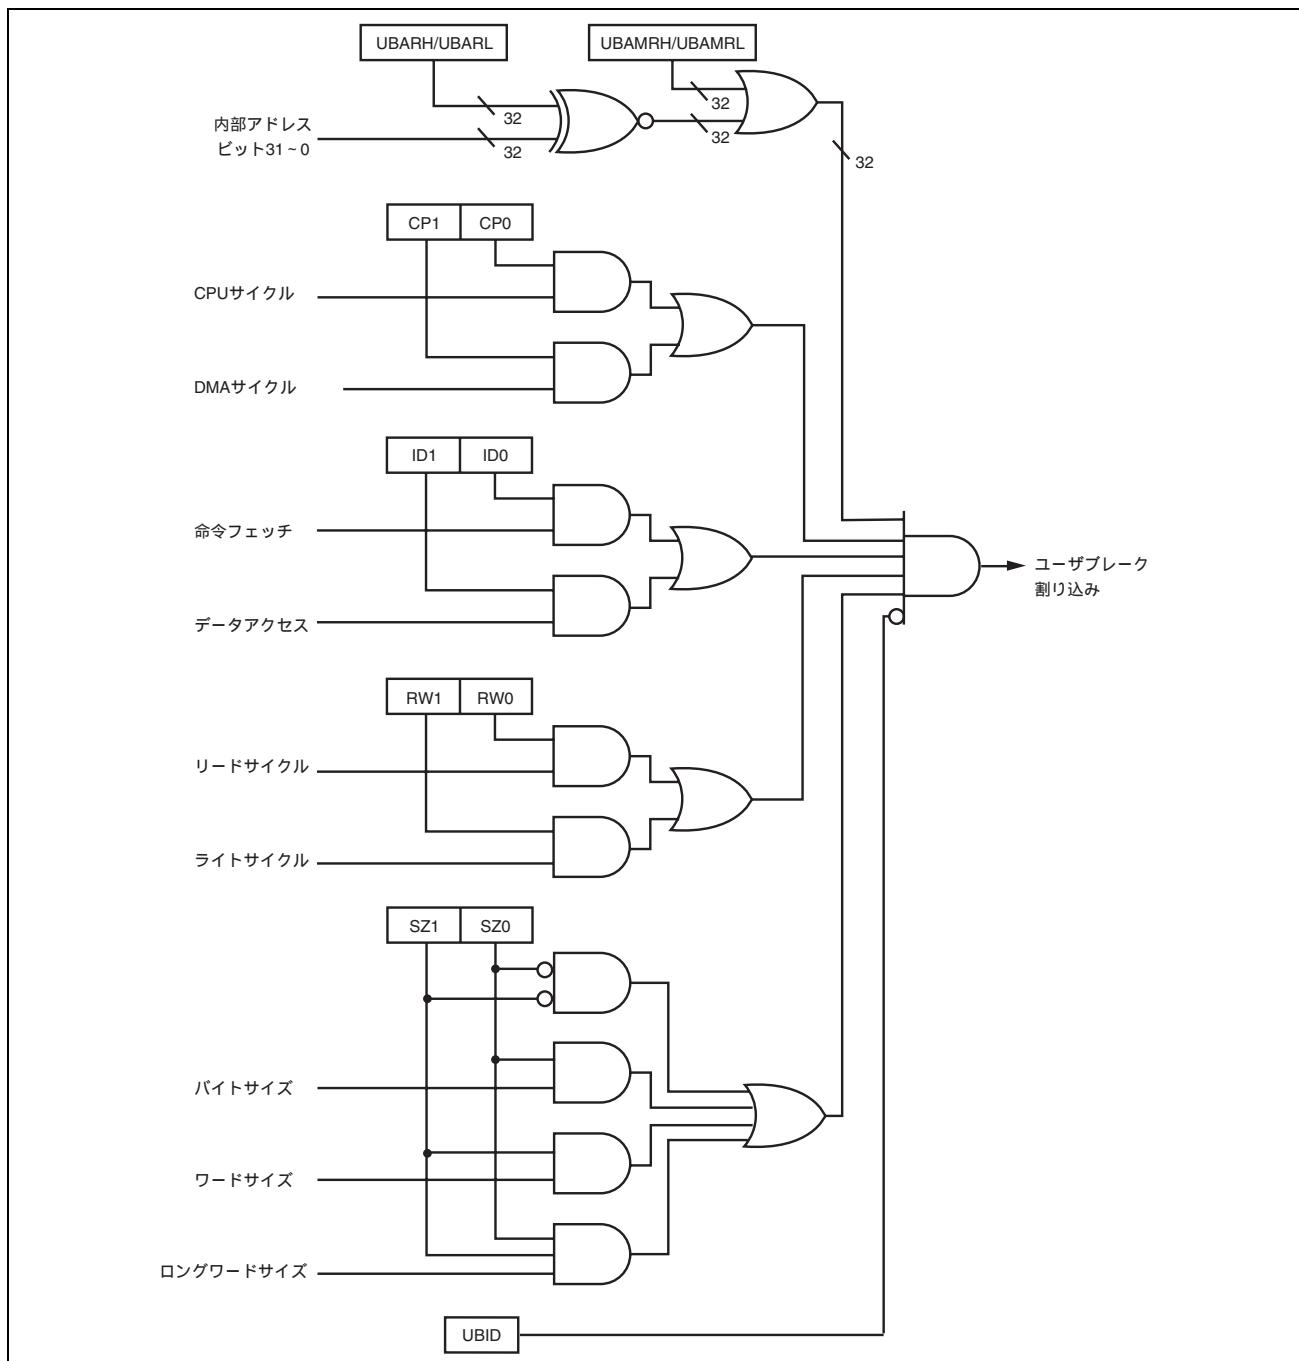

図 8.2 ブレーク条件判定方式
- (1) ブレーク条件のうち、ユーザブレークアドレスをユーザブレークアドレスレジスタ (UBAR)、アドレスの中のマスクしたいビットをユーザブレークアドレスマスクレジスタ (UBAMR)、ブレークするバスサイクルの種類をユーザブレークバスサイクルレジスタ (UBBR) に設定してください。UBBRのCPUサイクル / DMAサイクルセレクトビット (CP1、CP0)、命令フェッチ / データアクセスセレクトビット (ID1、ID0)、リード / ライトセレクトビット (RW1、RW0) のいずれか1組でも00 (ユーザブレーク割り込みは発生させない) にセットされると、他の条件が一致してもユーザブレーク割り込みは発生しません。ユーザブレーク割り込みを使用したいときは、必ずこれら3組のビットすべてに条件を設定してください。
- (2) UBCは、設定した条件が成立したかどうかを図8.2に示す方式で判定します。ブレーク条件が成立すると、UBCは割り込みコントローラ (INTC) に、ユーザブレーク割り込み要求信号を送ります。同時に条件一致信号をUBCTRLG端子にCKS1,0ビットで設定されたパルス幅で出力します。
- (3) ユーザブレーク割り込み要求信号を受け取ると、INTCは優先順位の判定を行います。ユーザブレーク割り込みは優先レベル15なので、ステータスレジスタ (SR) の割り込みマスクビット (I3 ~ I0) がレベル14以下のとき、受け付けられます。I3 ~ I0ビットがレベル15のとき、ユーザブレーク割り込みは受け付けられませんが、受け付けられるようになるまで保留されます。したがって、NMI例外処理では、I3 ~ I0ビットはレベル15になりますので、NMI例外サービスルーチン中はユーザブレーク割り込みは受け付けられません。ただし、NMI例外サービスルーチンの先頭でI3 ~ I0ビットをレベル14以下に変更すれば、それ以後ユーザブレーク割り込みが受け付けられるようになります。優先順位判定については、「第7章 割り込みコントローラ (INTC)」を参照してください。
- (4) INTCは、ユーザブレーク割り込みの要求信号をCPUに送ります。これを受け取ると、CPUはユーザブレーク割り込み例外処理を開始します。割り込み例外処理については、「7.4 動作説明」を参照してください。